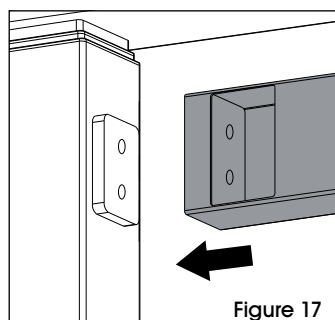

Figure 17
14. Alignez l'extrémité opposée du longeron sur la plaque de montage latérale. Insérez deux vis à tête creuse M8 x 12 mm (A) à travers le longeron et dans la plaque de montage latérale. Serrez toutes les vis à tête creuse M8 x 12 mm (A) pour fixer le tout. (Voir Figures 17 et 18)